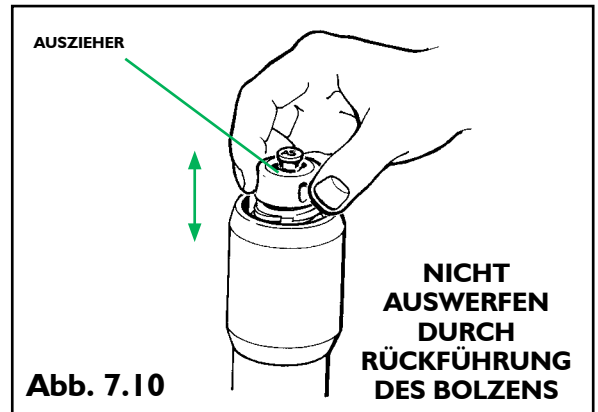

Abb. 7.10
- 5.2 Den Auszieher nach oben ziehen und dann wieder nach unten drücken (siehe Abb. 7.10).